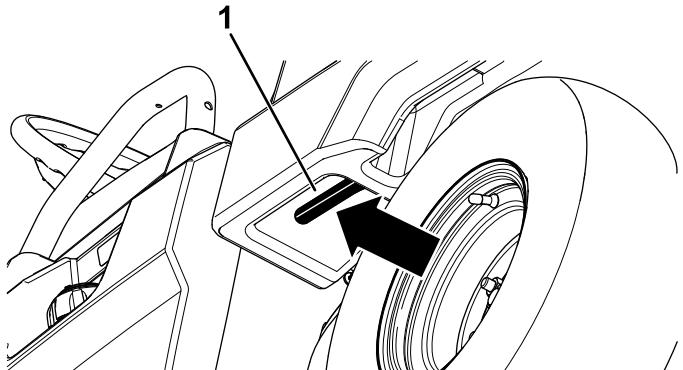

図 13
1. 荷台内側左にあるレバーを引き上げて荷台を持ち上げる図 13。
- ラッチバーを引き上げて荷台をかるく持ち上げる図 13)。